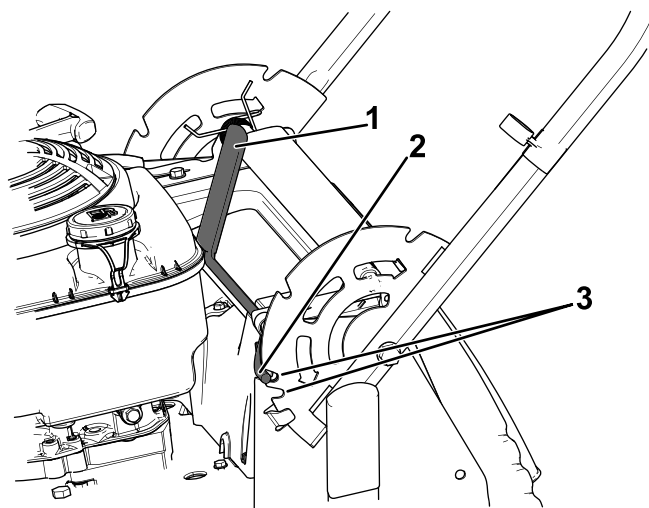

Figura 15
1. Tire hacia atrás de la palanca de bloqueo para desenganchar las clavijas de bloqueo del manillar (Figura 15).
2. Gire el manillar y alinee la muesca deseada del soporte del manillar con las clavijas de bloqueo del manillar; consulte Figura 15.